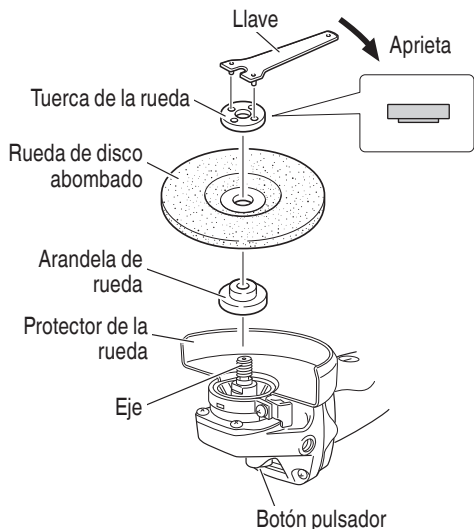

Fig. 11
7. Compruebe el botón pulsador. Cerciórese de que el botón pulsador esté desenganchado presionándolo dos o tres veces antes de conectar la alimentación de la amoladora. (Fig. 11)
- (1) Dé la vuelta a la amoladora de forma que el eje quede encarado hacia arriba.
- (2) Alinee la muesca ovalada de la arandela de la rueda con la musca del eje, y después fíjelas.
- (3) Fije la parte saliente de la rueda de disco abombado en la arandela de la rueda.
- (4) Atornille la rueda en el eje.
- (5) Presionando el botón pulsador con una mano, bloquee el eje girando lentamente la rueda de disco abombado con la otra mano. Apriete la tuerca de la rueda utilizando la llave suministrada como se muestra en la Fig. 11.